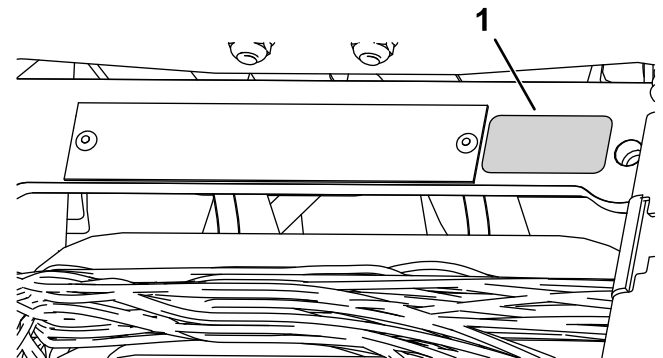

Figura 15
- Coloque la pegatina del año de producción junto a la placa con el número de serie (Figura 15).